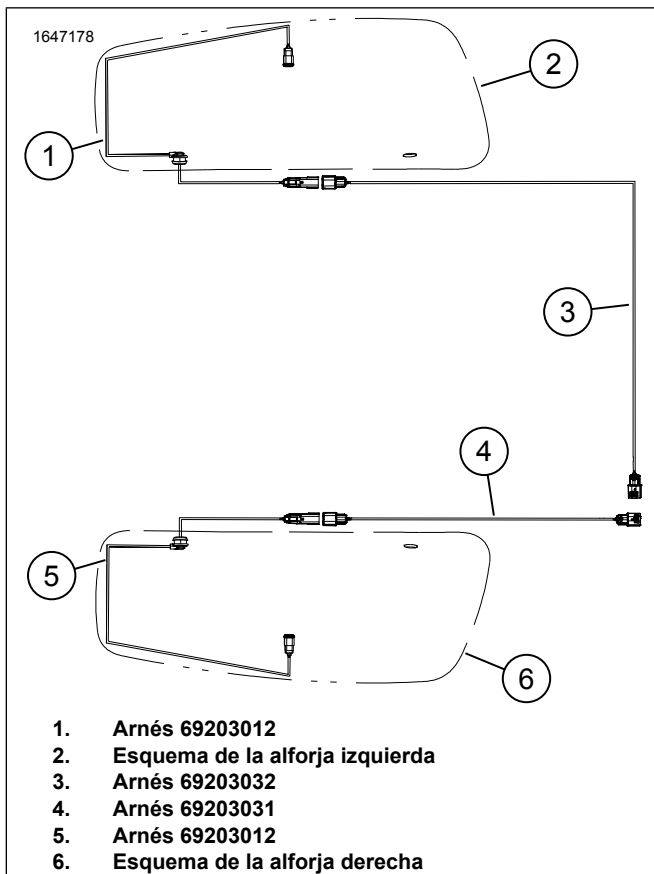
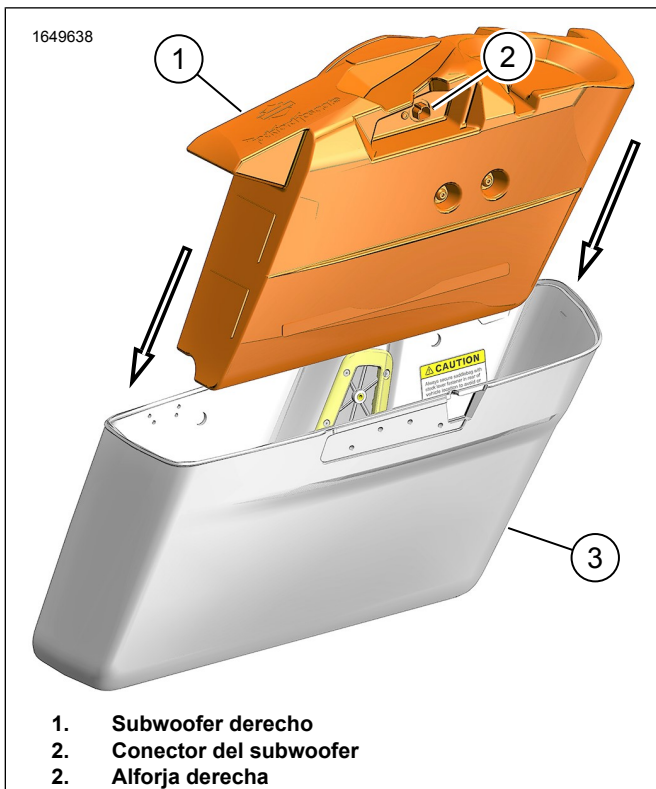

Figura 15. Tendido del arnés del subwoofer
Figura 19. Instale el subwoofer
- 10. Consulte la Figura 15. Instale el arnés 69203012 (5) en la alforja derecha.
- 11. Consulte la Figura 15. Conecte el arnés 69203031 (4) al arnés 69203012 (5).
- 15. Consulte la Figura 19. Instale el subwoofer (2).
- 16. Consulte la Figura 15. Conecte el arnés 69203012 (5) en el conector del subwoofer (2). Consulte la Figura 19.
- Consulte la Figura 15. Instale el arnés 69203012 (5) en la alforja derecha.
- Consulte la Figura 15. Conecte el arnés 69203032 (3) al arnés 69203012 (5).
- Consulte la Figura 19. Instale el subwoofer (2).
- Consulte la Figura 15. Conecte el arnés 69203012 (5) en el conector del subwoofer (2). Consulte la Figura 19.